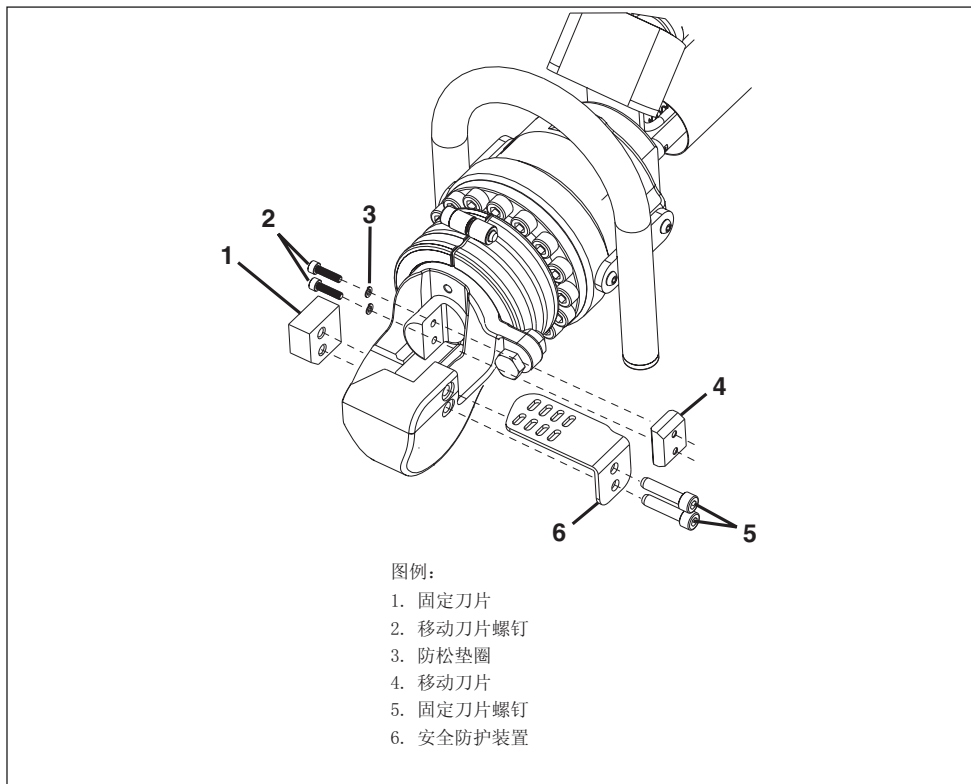

图 11，刀片更换
请按下述步骤更换固定刀片。参见图 11、第 1 和第 2 项。
- 1. 启动泵。将活塞移至“原位”（完全缩回）位置。参见图 11。
- 5. 拆卸固定刀片的两个螺钉（图 11，第 5 项）和安全防护装置（图 11，第 6 项）。
- 6. 拆卸磨损的固定刀片（图 11，第 1 项），并使用新的固定刀片进行更换。
7. 安装固定刀片的新螺钉（图 11，第 5 项）和安全防护装置。新固定刀片螺钉包含在新刀片之中。扭矩为 18 ft-lb [25 Nm]。还应涂抹乐泰243 螺纹锁固胶或同类产品。
1. 启动泵。伸长活塞，以便能接触到移动刀片螺钉。参见图 11。
4. 在切断机侧面，松动并拆卸移动刀片的两个螺钉（图 11，第 2 项）和防松垫圈（图 11，第 3 项）。
5. 拆卸磨损的移动刀片（图 11，第 4 项）。
6. 插入新的移动刀片（图 11，第 4 项）。
7. 安装并拧紧移动刀片螺钉（图 11，第 2 项），扭矩为 53 in-lb [6 Nm]。涂抹乐泰243 螺纹锁固胶或同类产品。